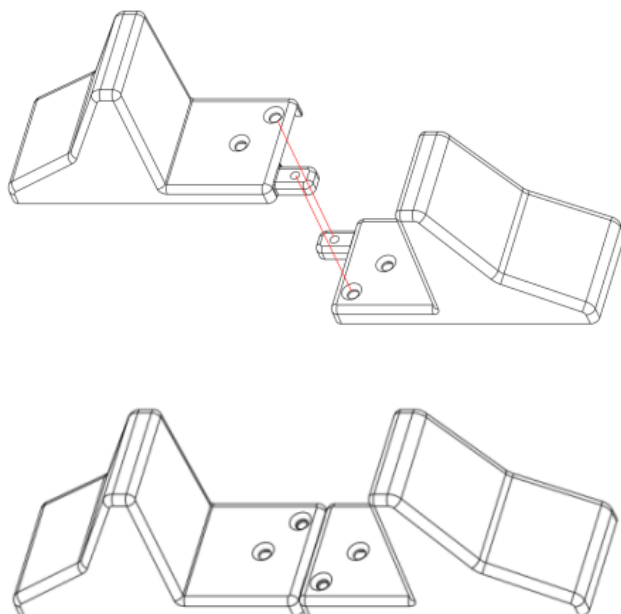

Рисунок 5-1 Сборка подставки для вертикальной установки
2. Подключите входные кабели каждого ИБП к независимому выключателю переменного тока, как показано на рис. 5-1.